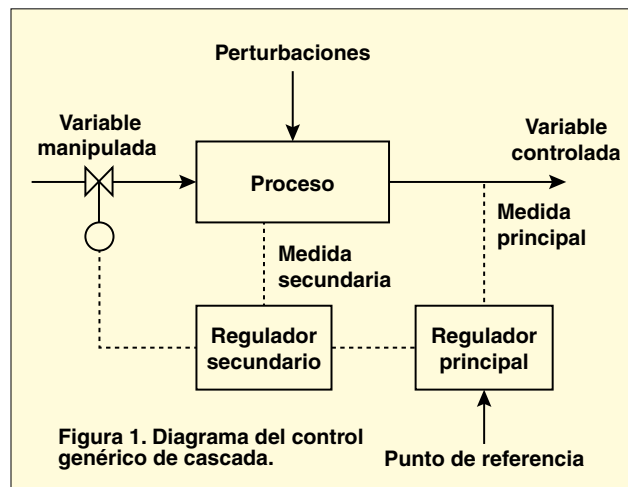
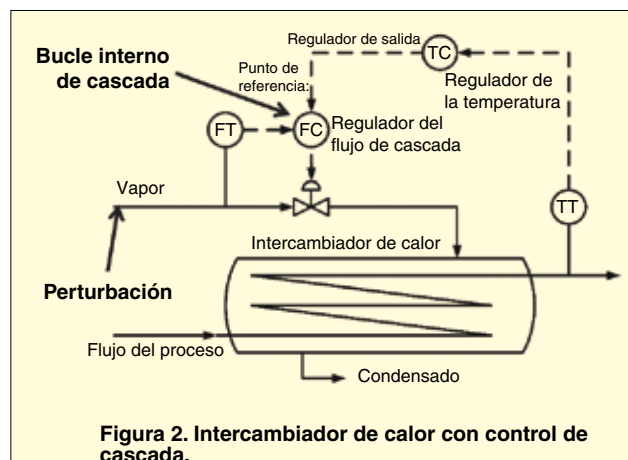

Figura 1. Diagrama del control genérico de cascada.
Figura 2. Intercambiador de calor con control de cascada.
El set point remoto cuenta con reguladores en serie PLATINUM que pueden ser usados en una gran variedad de aplicaciones y donde los puntos de referencia pueden ser enviados a los reguladores desde los dispositivos remotos como depósitos manuales, transmisores, computadores, etc. Esta característica también puede ser usada para configurar un sistema de "control de cascada", donde la entrada al punto de referencia remoto es generada por otro regulador. La figura 1 a continuación muestra un diagrama genérico de un sistema de control de cascada y la figura 2 muestra un ejemplo típico; en este caso, una aplicación de intercambiador de calor.
El objetivo principal de la aplicación para el intercambiador de calor (que se muestra en la figura 2) es controlar la temperatura del efluente. Por lo tanto, la temperatura deseada del efluente se convierte en el set point para el regulador principal, que es el regulador de la temperatura (TC). El proceso de entrada para el regulador de la temperatura es la temperatura medida del efluente (TT). La salida del regulador de la temperatura es el set point del flujo para el regulador secundario, que es el regulador del flujo (FC). El proceso de entrada para el regulador secundario (flujo) es el índice de flujo del vapor que es usado para calentar el proceso del flujo a través del intercambiador de calor (FT). La salida del regulador secundario (flujo) es una señal de control para la válvula proporcional que controla el flujo del vapor.